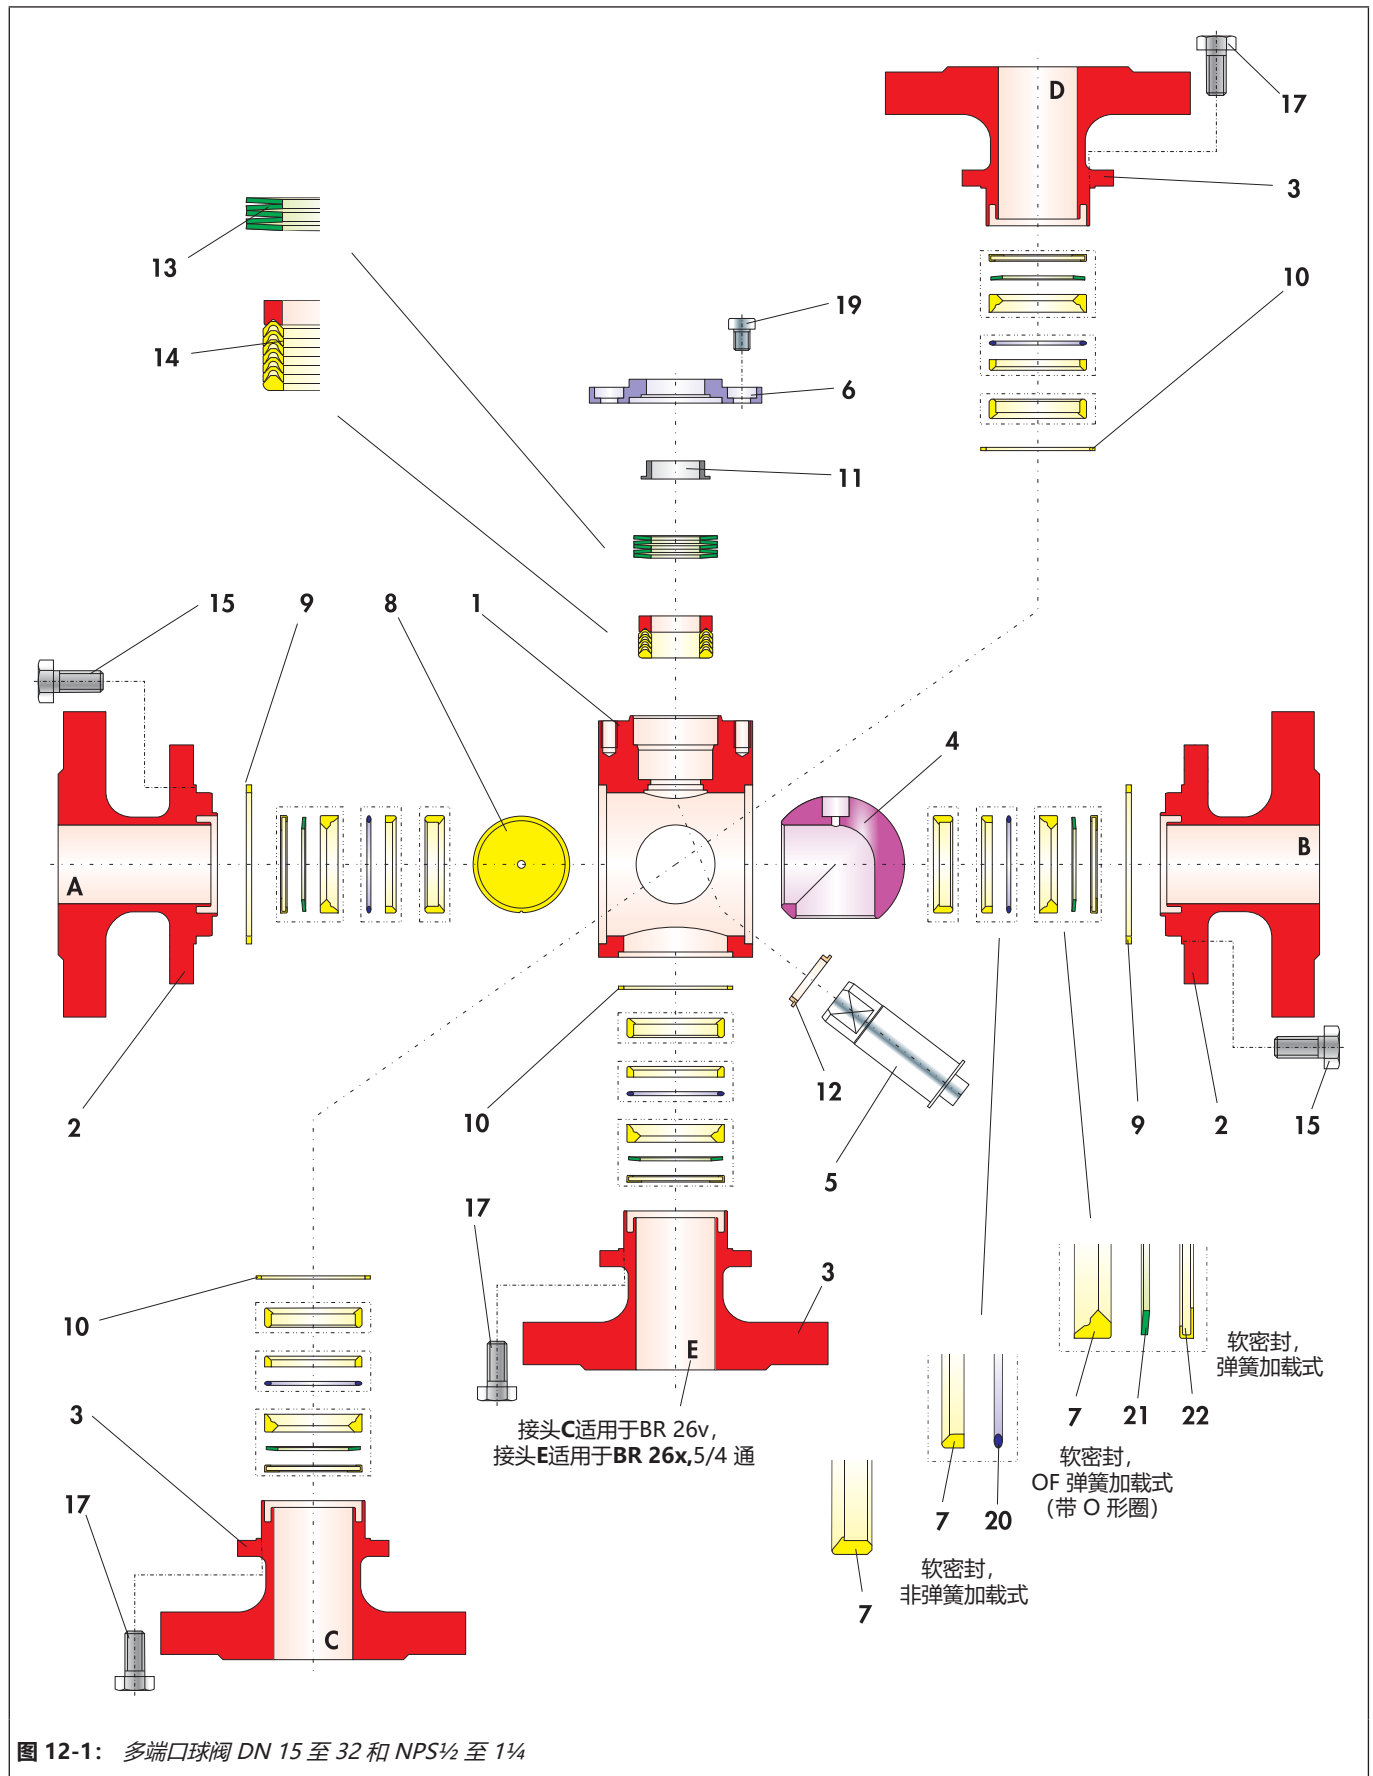

图 12-1: 多端口球阀 DN 15 至 32 和 NPS $\frac{1}{2}$ 至 1 $\frac{1}{4}$
- ⇒ 球阀型号，请参见图 12-1。
- ⇒ 松开螺钉 (15) 并小心卸下两个阀体法兰 (2)。